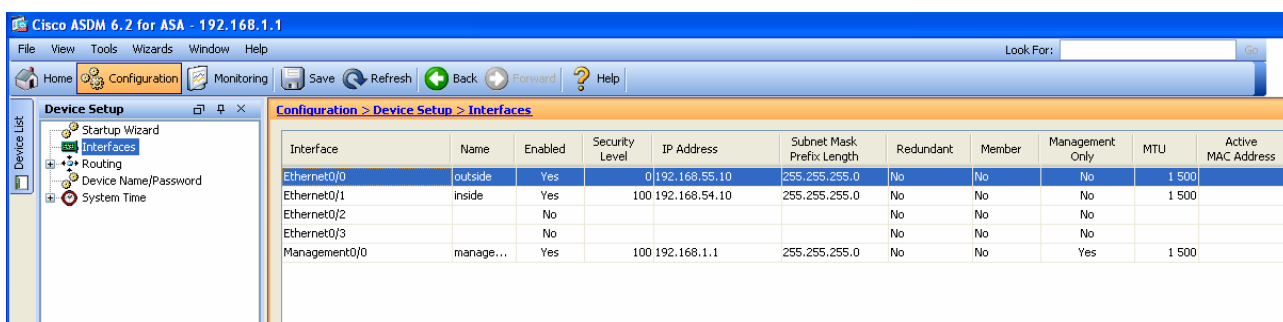

Рисунок 1.13 – Окно конфигурации интерфейсов
- в открывшемся окне ASDM (рисунок 1.13) выбрать закладку «Configuration», затем нажать кнопку <Device Setup> (слева внизу) и в навигационной панели слева пункт «Interfaces»;